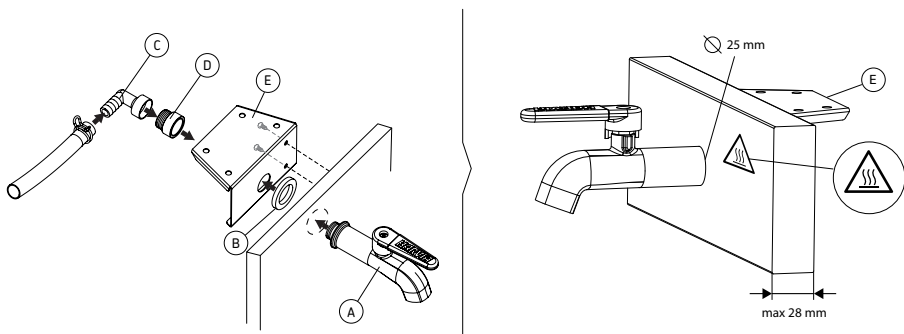

Bild 6.
C. Genom att borra ett hål i bastulavsdelarna (max. 28 mm tjockt virke) och skjuta kranen genom hålet (Bild 6.)
3. Montera kranen (A), tätningen (B), kopplingsstycket (C), kranförlängning (D) och kranfästet (E) ihop med varandra, tätningen mellan kranen och kranfästet